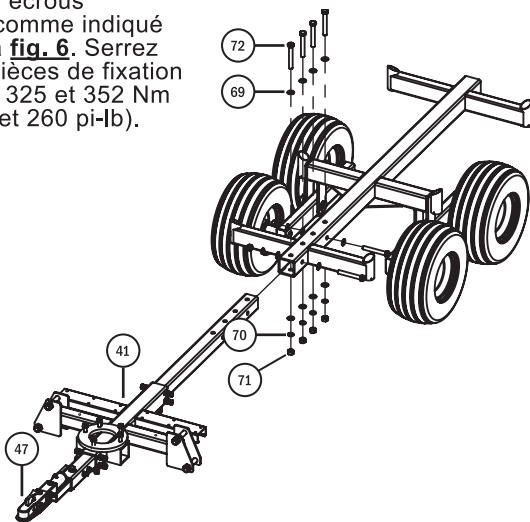

Fig. 6
Étape 9 : Insérez la barre de remorquage sur le châssis de la remorque. Placez l'ensemble barre de remorquage près de l'extrémité avant du châssis de la remorque. La base du châssis stabilisateur (41) étant proche du coupleur pivotant (47), levez une extrémité de l'ensemble barre de remorquage pendant qu'une deuxième personne incline le châssis de la remorque et commence à déplacer lentement le châssis de la remorque vers l'ensemble barre de remorquage. Guidez l'ensemble barre de remorquage dans le châssis de la remorque, alignez les trous de montage, puis installez les six boulons (supérieurs et latéraux) (72), les rondelles (69), les rondelles de blocage (70) et les écrous (71) comme indiqué sur la **fig. 6**. Serrez ces pièces de fixation entre 325 et 352 Nm (240 et 260 pi-lb).